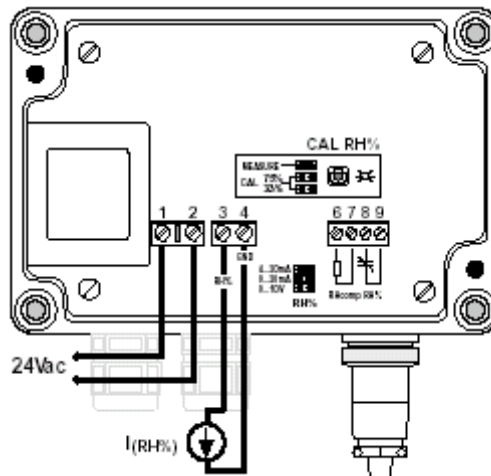

Fig. 3 Esquema de conexión para calibración del HD 2011T
- alimentar el instrumento como se muestra en los esquemas de conexión en la fig. 3 (HD 2007T...)